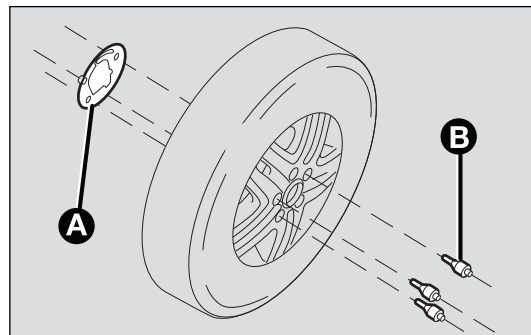

fig. 174
- montar en la rueda de aleación la correspondiente placa A-fig. 174 y fijarla con los tornillos B de serie, utilizando la llave incluida;